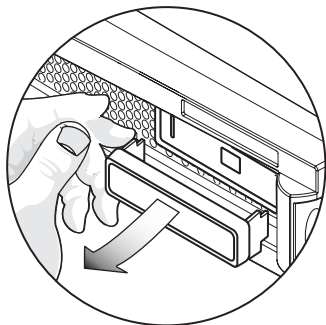

BILD 1-5 Dra ut den högra delen ur infattningen
2. Dra ut den högra delen av namnplåten ur infattningen (se BILD 1-5).